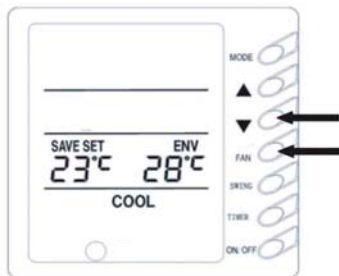

Рис.8
8) Настройка функции энергосбережения (рис.8)